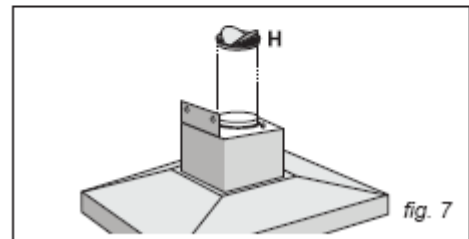

fig. 7
- Fixar a brida com a chapa metálica (fig. 7) e uni-la à saída de evacuação de ar com uma ligeira pressão.